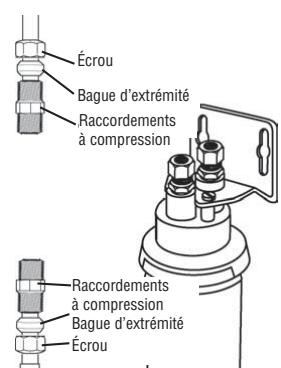

Figure 8
8. Deux raccordements à compression doivent être placés aux extrémités du tuyau. Vérifier la taille du tuyau. Utiliser des adaptateurs de raccordement à compression de 3/8 po x 3/8 po, 1/2 po x 3/8 po ou 5/8 po x 3/8 po au besoin. Faire glisser l'écrou et la bague d'extrémité sur le tuyau d'eau tel qu'illustré et fixer les raccordements en place (figure 8).